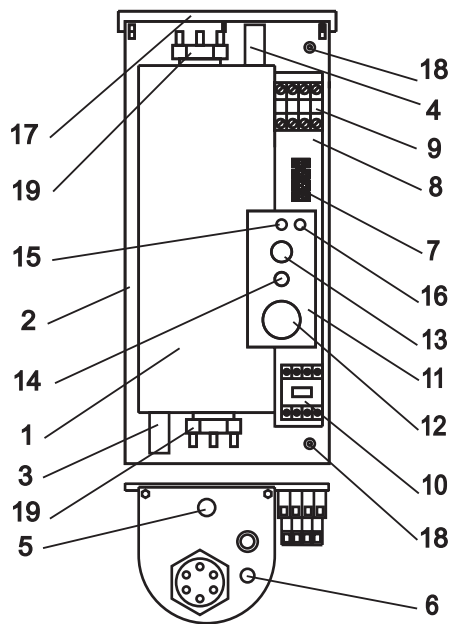

Рисунок 1 (кожух не показан):
4.1. Приборы ЭВАН-С1 -4; -5; -6; -7,5; -9; -12; -15; -18; -24; -30 в соответствии с рис. 1 состоят из следующих основных частей:
- котла (1) с входным (3) и выходным (4) патрубками G 1¹/₄, датчиком терморегулятора (6), аварийным самовозвратным термовыключателем (5), отключающим прибор при 92° С, и блоками трубчатых электронагревателей (ТЭН) (19);
- панели (2) с зажимом заземления (18) для подключения нулевого защитного проводника РЕ
- кронштейна (8) с размещенными на нем зажимом клеммным (7) для подключения циркуляционного насоса и датчика температуры воздуха, пускателем (10), элементами управления и сигнализации расположенными на панели управления (11):
- выключателя “СЕТЬ” (13) для включения водонагревателя в работу;